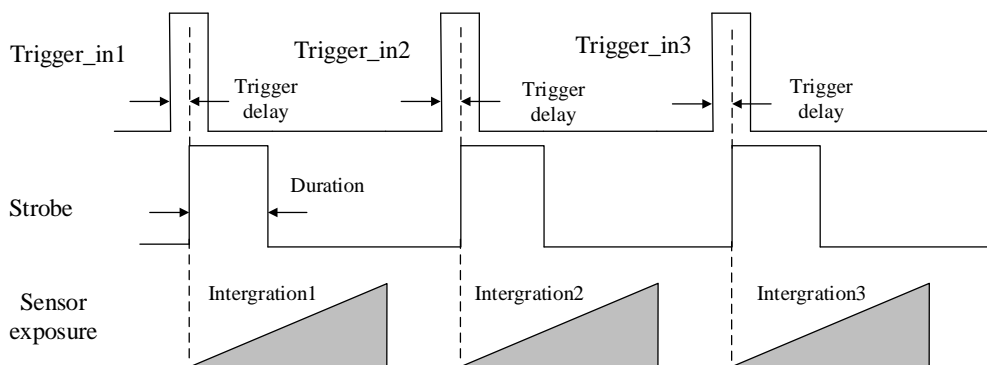

图5-7 Strobe 持续时间时序
- 当 *Strobe Line Duration* 参数值为非 0 时，Strobe 高电平延续时间等于 *Strobe Line Duration* 参数值，如图 5-7 所示。